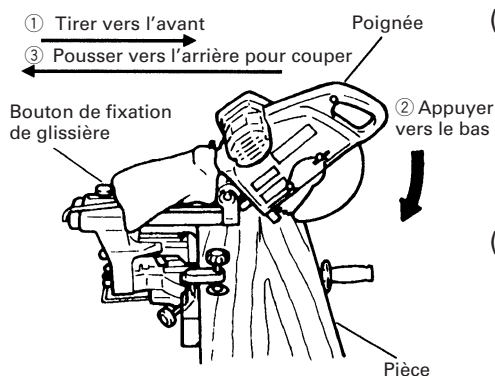

Fig. 23
- (1) Pièces d'une hauteur allant jusqu'à 85 mm (3-11/32") et d'une largeur allant jusqu'à 312 mm (12-9/32") : Desserrer le bouton de fixation de glissière et incliner la lame vers l'avant. Puis, appuyer sur la poignée et ramener la lame vers l'arrière pour couper la pièce comme indiqué à la Fig. 23. Cela facilitera la coupe des pièces d'une hauteur allant jusqu'à 85 mm (3-11/32") et d'une largeur allant jusqu'à 312 mm (12-9/32").
- (2) Pièces d'une hauteur allant jusqu'à 90 mm (3-35/64") et d'une largeur allant jusqu'à 295 mm (11-39/64") : Les pièces d'une hauteur allant jusqu'à 90 mm (3-35/64") et d'une largeur allant jusqu'à 295 mm (11-39/64") se coupent de la même façon que décrit au paragraphe 6 - (1) ci-dessus.
⚠ AVERTISSEMENT: * Lors d'une coupe avec chariot, procéder comme indiqué à la Fig. 23. Une coupe avec chariot vers l'avant (vers l'opérateur) serait très dangereuse car la lame pourrait effectuer un retour vers le haut. En conséquence, toujours déplacer la poignée loin de l'opérateur.